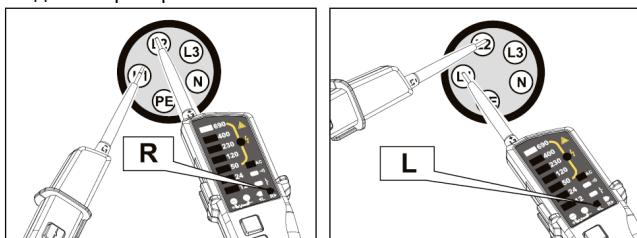

Рис. 4.
1. Прибор следует держать за корпус, как показано на Рис. 4. (с пальцем за ограничителем на ручке). Измерительный щуп L2 следует подключить к любой фазе, измерительный щуп L1 – к любой из двух оставшихся фаз.